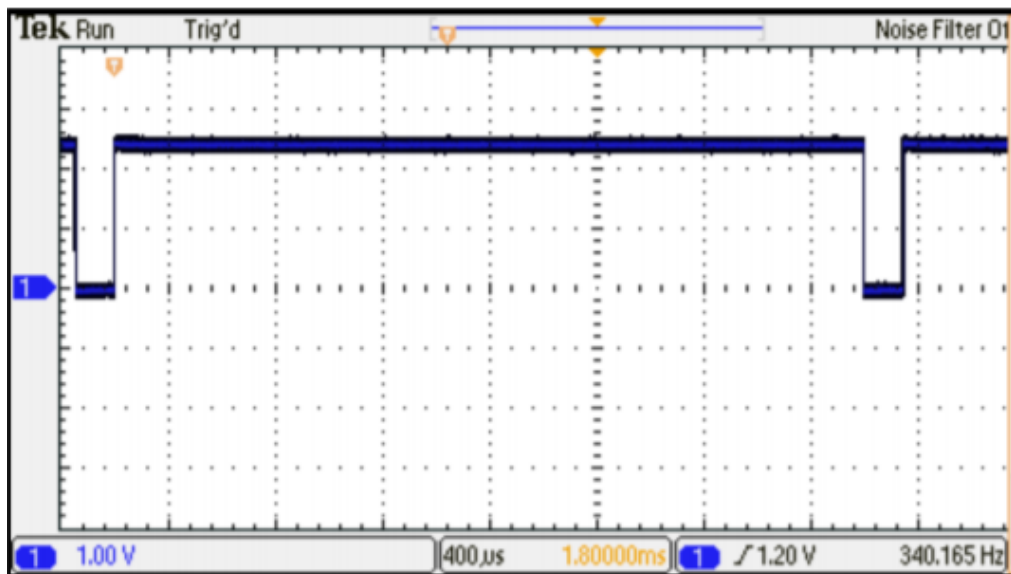

Abbildung 6: PWM-Signal mit 95% High-Pegel
Abbildung 6 zeigt ein PWM Signal mit 95% High-Pegel. Dies liegt auf dem Port M(0) wenn der Joystick nach rechts bewegt wird. Wird der Joystick jedoch nach links bewegt, liegt auf Port M(0) ein PWM-Signal mit 5% High-Pegel.